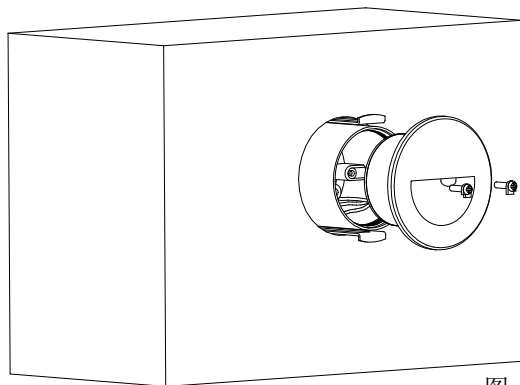

图. 8a
8. 对于安装到墙壁中的灯具，接线盒被完全密封。灯具与接线盒装配好后，边缘用灰泥填平（图 8a、8b）。